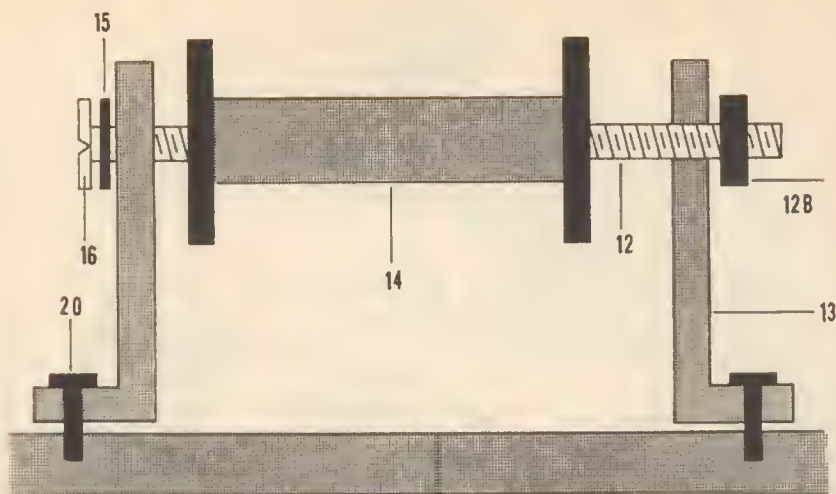

Fig. 3
Fig. 3 - Schema in sezione del gruppo «portarocchetto di alimentazione». L'altezza delle squadrette ad L (13) deve essere circa il triplo del diametro del rocchetto (14).